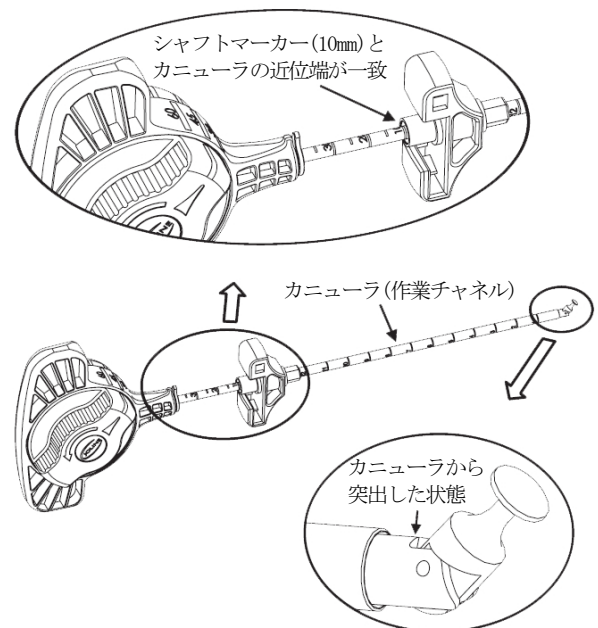

図2: 挿入深度の目安となるゲージとカuttingヘッドのカニューラからの突出との関連
- ・シャフトマーカ（0mm）がカニューラの近位端にある場合、カッティングヘッドの先端はカニューラの遠位端と一致する。シャフトマーカ（10mm）に達すると、カッティングヘッドはカニューラから完全に突出し、角度調整が可能である（図 2 参照）。安全インジケータはカニューラへの挿入停止位置としても機能し、シャフトがカニューラの遠位端から最大 40mm 突出することとなる。